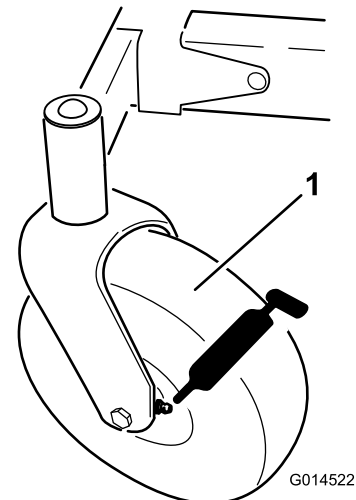
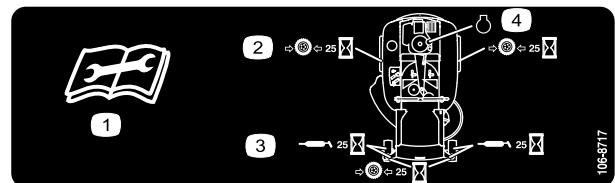

Figura 35
Figura 36
3. Limpie con un trapo los puntos de engrase (Figura 35) y (Figura 36).
4. Conecte una pistola de engrasar a cada punto de engrase (Figura 35 y Figura 36).